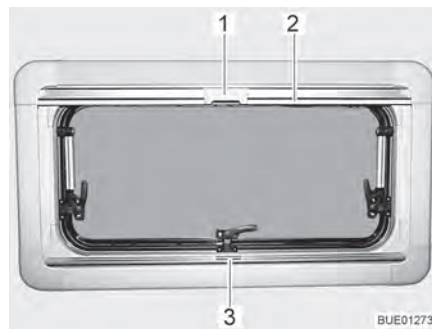
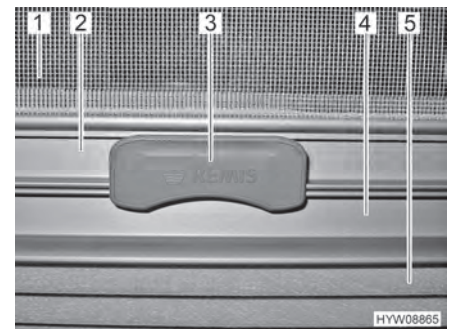

Fig. 21 Ventana abatible
Fig. 22 Cierre
**Estor plegable** El estor plegable (Fig. 22,5) se encuentra en la caja de la persiana inferior.
*Cerrar:* ■ Sujetar el estor plegable por el centro del agarradero (Fig. 21,3 y Fig. 22,4), tirar de abajo a arriba y soltarla a la altura deseada. El estor plegable se queda fijo a esta altura.
**Mosquitera enrollable** La mosquitera enrollable (Fig. 22,1) se encuentra en la caja de la persiana superior.
*Cerrar:* ■ Tirar del agarradero de la mosquitera enrollable (Fig. 21,2 y Fig. 22,2) hacia abajo hasta que choque con el agarradero del estor plegable (Fig. 22,4).
■ Bloquear el cierre (Fig. 21,1 y Fig. 22,3) de la mosquitera enrollable con el agarradero del estor plegable. Si el cierre está bloqueado, el estor plegable y la mosquitera enrollable podrán ser ajustados juntos.
- Presionar la parte superior del cierre (Fig. 22,3) de la mosquitera enrollable.
- Regresar la mosquitera enrollable lentamente en el agarradero (Fig. 21,2).